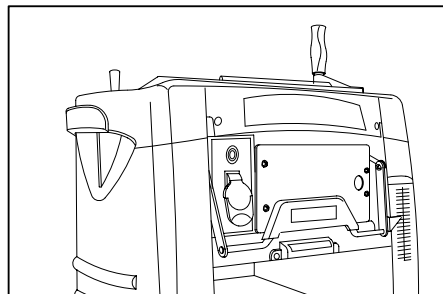

Fig. 10
1. Tirer le levier de verrouillage de lame. (Fig. 10)